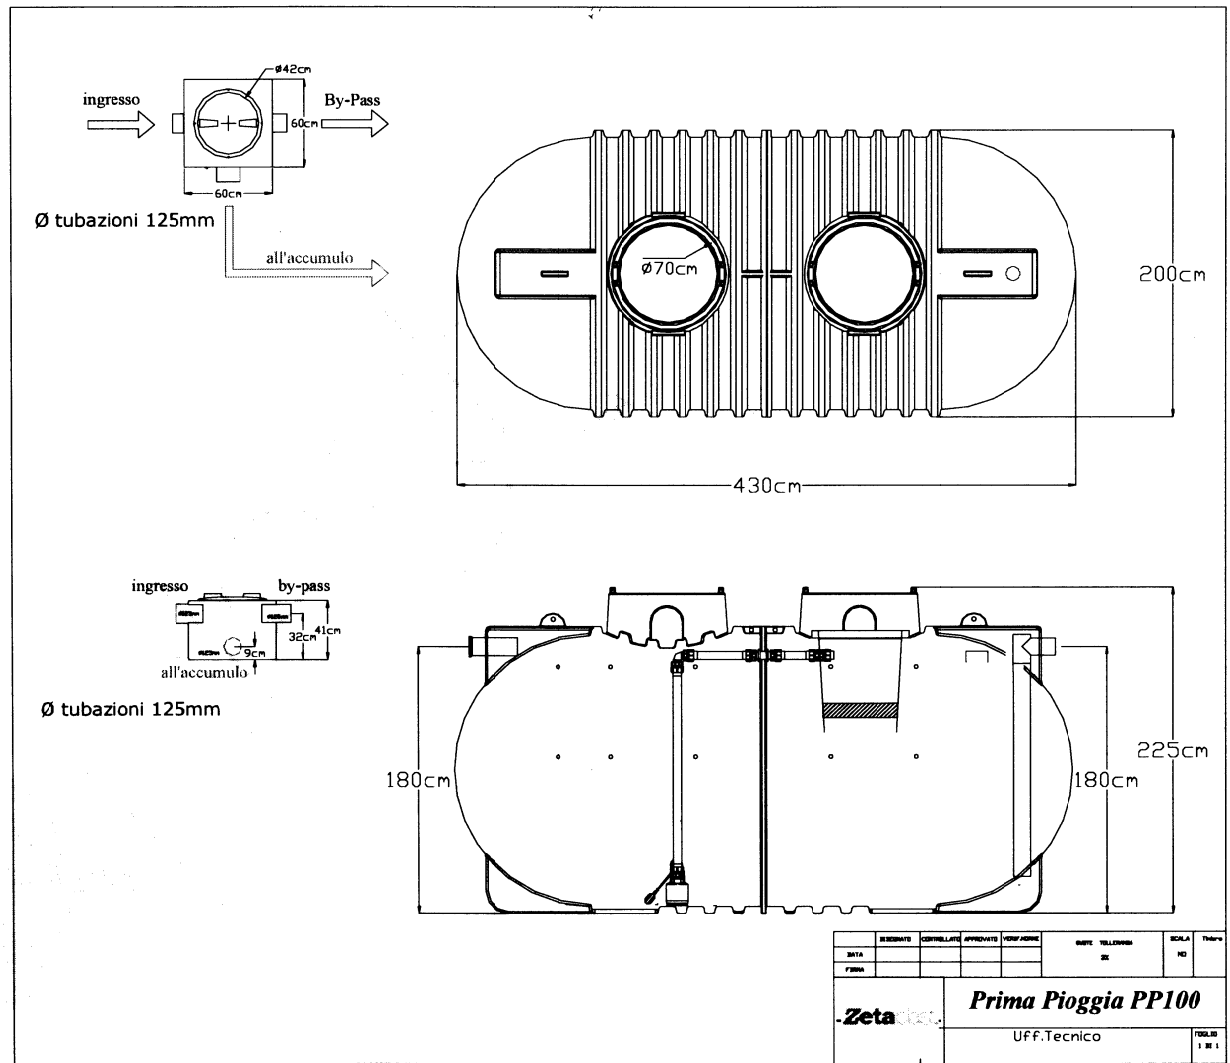

Fig. 1 - Schema tecnico
- Installare le fosse come indicato dallo schema d'installazione allegato (Fig.1) seguendo le modalità di interro